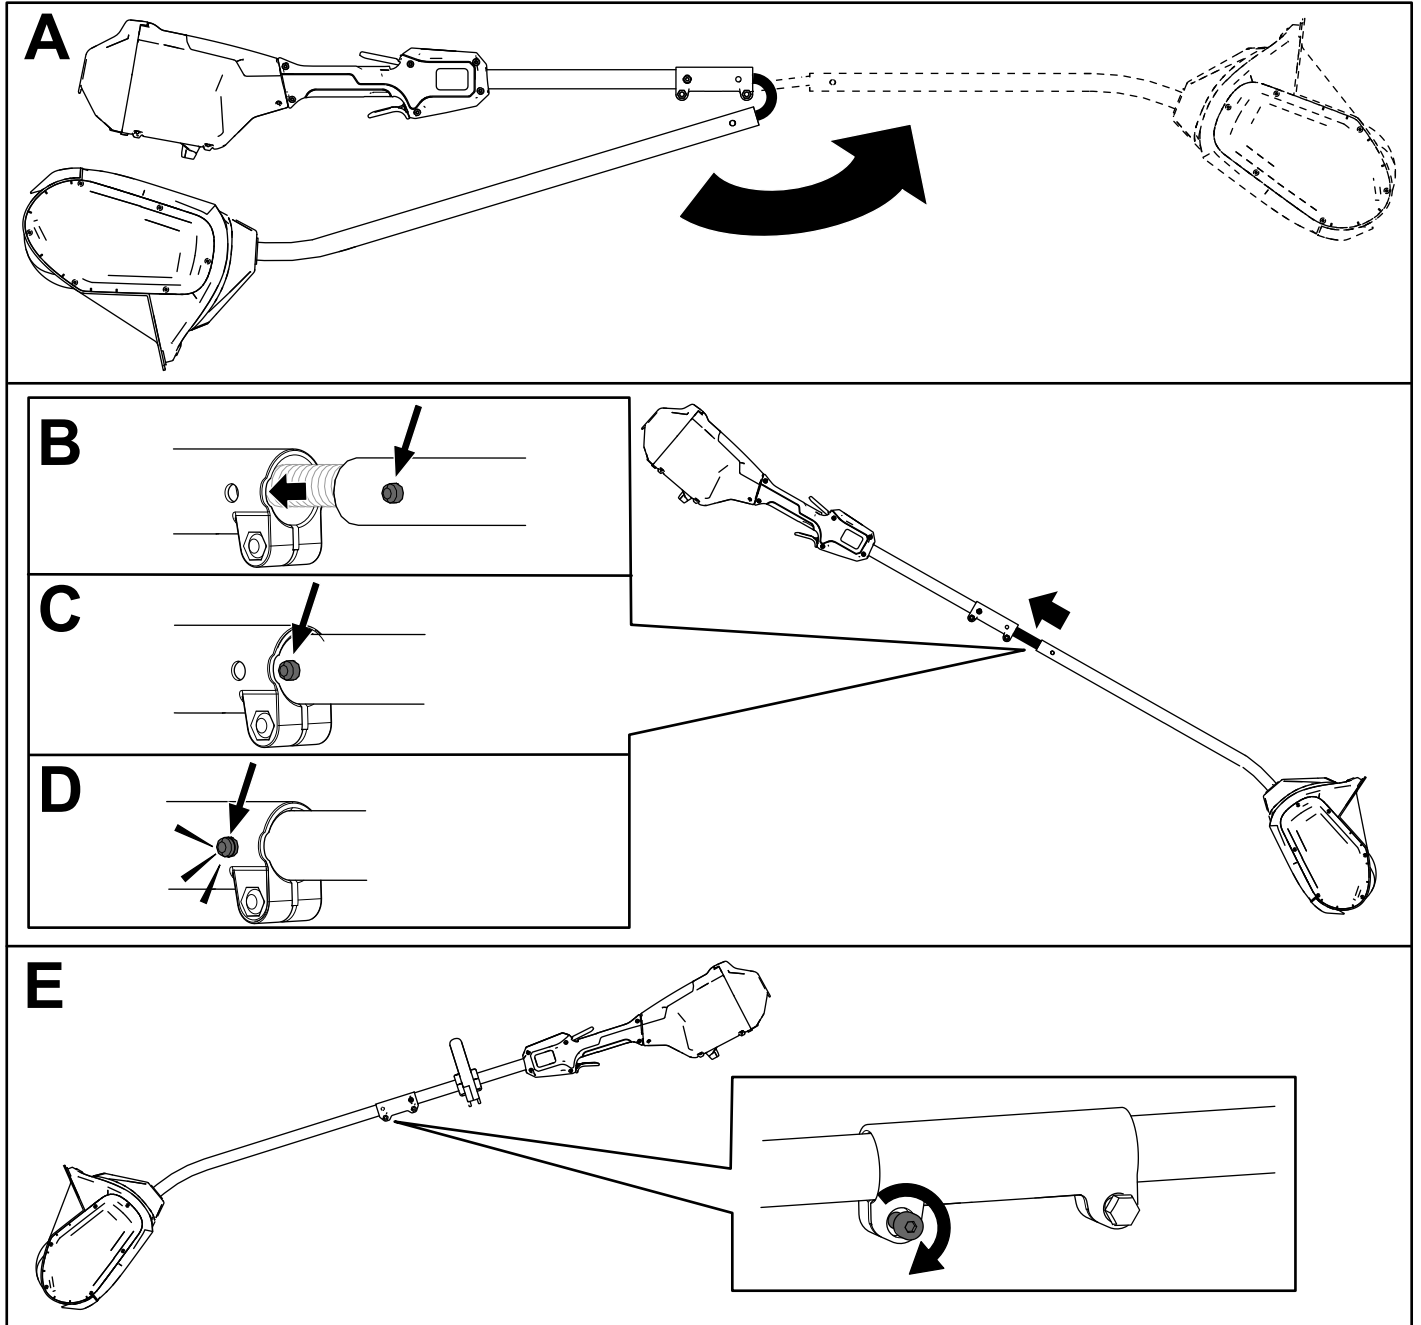

Figura 6
1. Despliegue la empuñadura (Figura 6, A).
2. Alinee el botón de bloqueo del mango inferior con el orificio ranurado del mango superior y junte los dos mangos (Figura 6, B y C).
**Nota:** El botón de bloqueo encaja en el orificio ranurado al juntarse los mangos (Figura 6, D).
3. Usando la llave Allen suministrada, apriete el tornillo del conector del mango hasta que quede firme (Figura 6, E).